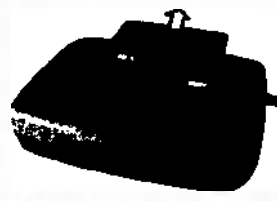

Рис. 3-1 Открытие отсека для аккумуляторов
- Откройте отсек для аккумуляторов на задней части монитора TONOPORT VI, как показано на Рис. 3-1.